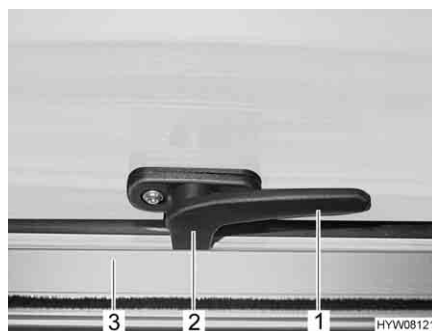

Fig. 99 Leva di serraggio in posizione "Chiuso"
- Ruotare la leva di serraggio (Fig. 99,1) di un quarto di giro verso il centro della finestra.
- Ruotare la leva di serraggio (Fig. 99,1) di un quarto di giro verso il telaio della finestra. Il nasello di chiusura (Fig. 99,2) si trova sul lato interno della chiusura della finestra (Fig. 99,3).